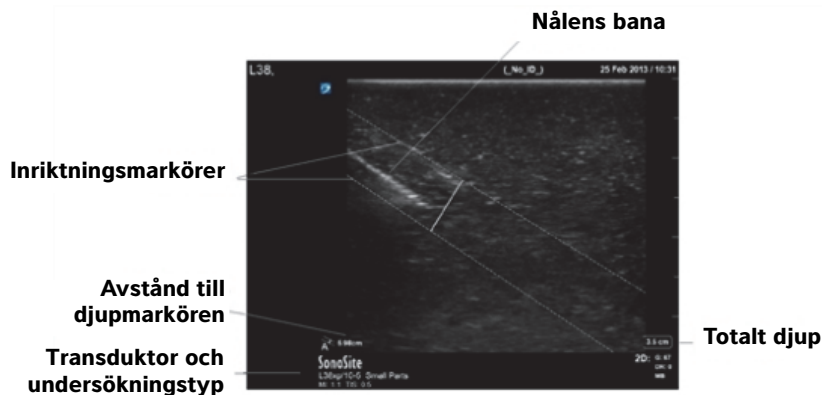
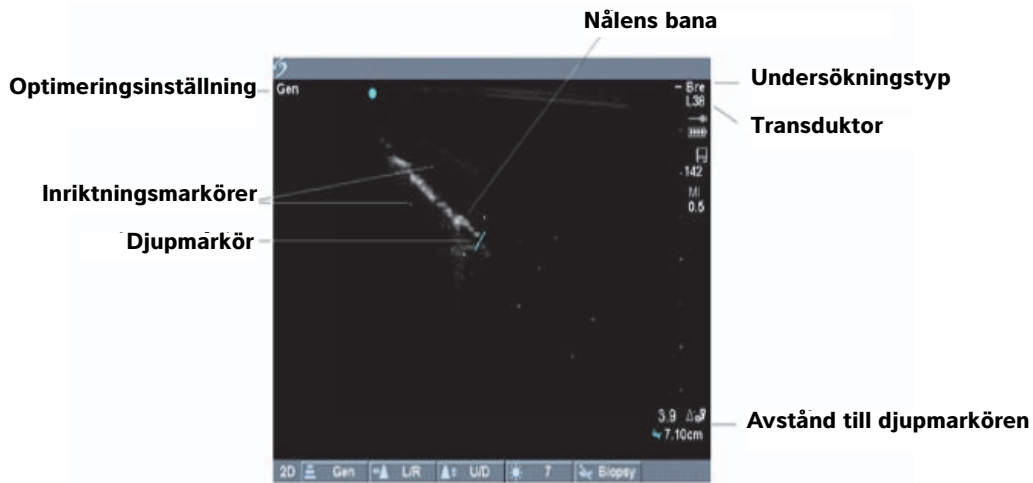

Bild 3 Planguider på SonoSite X-Porte-systemet
Bild 4 Planguider på MicroMaxx- eller TITAN-systemet
- 8 Kontrollera att nålen, som den visas på skärmen, befinner sig mellan inriktningssmarkörerna. Se **Bild 3, ”Planguider på SonoSite X-Porte-systemet”** på sidan 148 och **Bild 4, ”Planguider på MicroMaxx- eller TITAN-systemet”** på sidan 149.
Obs: Det uppmätta avståndet till djupmarkören som visas på ultraljudssystemet anger avståndet från nålpetsen till nålguidens ursprungsläge. Se Bild 3 och Bild 4.